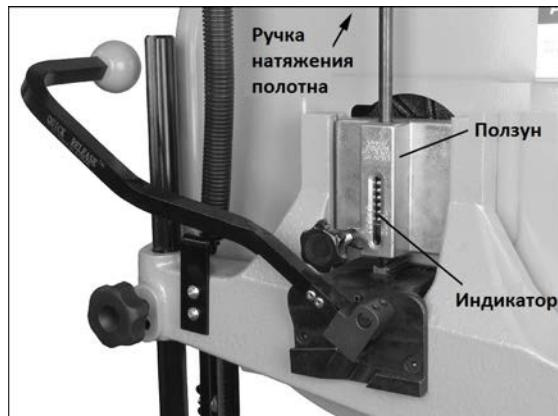

Рис. 43.
См. Рис. 43.
- Поверните ручку натяжения (Рис. 43) по часовой стрелке, чтобы натянуть полотно. Индикатор на ползуне верхнего шкива показывает приблизительное натяжение полотна в соответствии с его шириной. На начальном этапе натяните полотно, ориентируясь на его ширину.